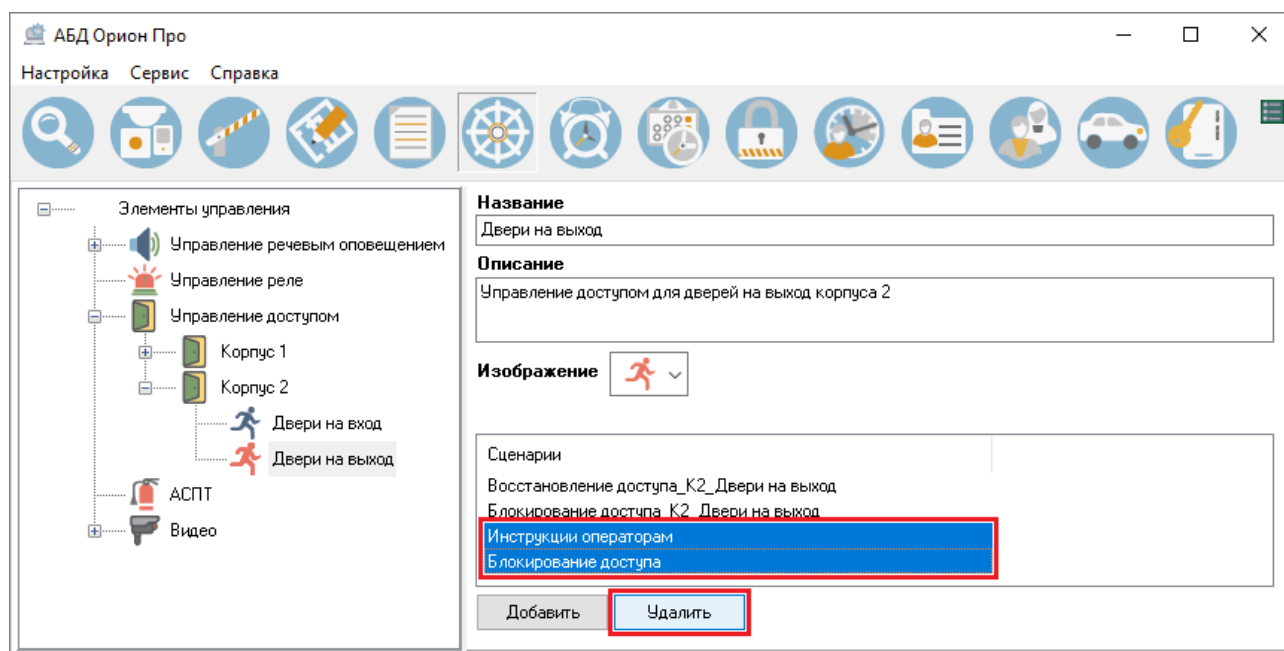

Рисунок 6-688 Переход к удалению выбранных сценариев из списка сценариев элемента управления
- 2) нажмите кнопку «Удалить» (см. Рисунок 6-688);